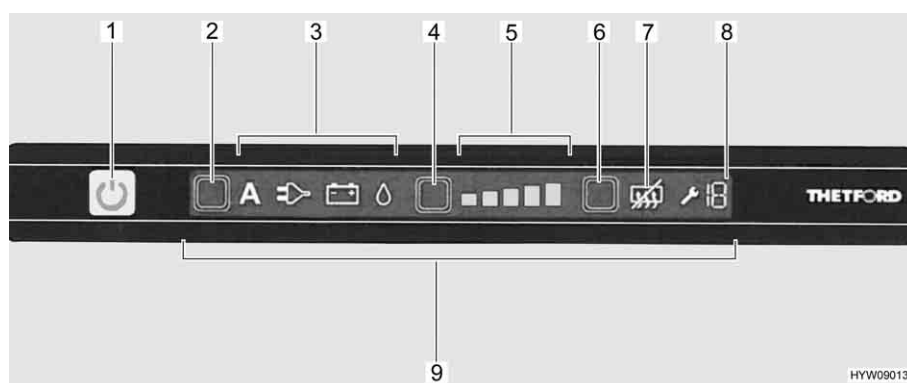

Fig. 133 Elementi di comando del frigorifero
Dopo l'accensione, il frigorifero seleziona automaticamente la regolazione del termostato impostata per ultima. Questa regolazione può essere modificata manualmente tramite il tasto del livello di refrigerazione (Fig. 133,4). Le barre luminose dell'indicatore del livello di refrigerazione (Fig. 133,5) visualizzano la temperatura selezionata sul termostato.
Con il tasto del livello di refrigerazione (Fig. 133,4) viene regolata la temperatura di refrigerazione per i tre tipi di energia. Ci vogliono alcune ore prima che il frigorifero raggiunga la temperatura di esercizio impostata. Cambiando la modalità di funzionamento la regolazione del termostato non viene modificata. La temperatura di refrigerazione è indipendente dal tipo di energia utilizzata.
- Premere il tasto On/Off (Fig. 133,1) per 1 secondo. Il tasto si illumina di verde. Gli indicatori si illuminano per 10 secondi, quindi vengono smorzati per risparmiare energia.
- Premere brevemente il tasto On/Off (Fig. 133,1) in qualsiasi momento. Vengono visualizzate le impostazioni attuali del frigorifero.
- Premere una o più volte il tasto di selezione energia (Fig. 133,2). I simboli modalità di funzionamento (Fig. 133,3) indicano la modalità di funzionamento selezionata.
- Premere il tasto del livello di refrigerazione (Fig. 133,4). L'indicatore del livello di refrigerazione (Fig. 133,5) indica la potenza di raffreddamento impostata.
- Premere il tasto del livello di refrigerazione (Fig. 133,4), finché viene visualizzata la potenza refrigerante desiderata.
- Premere il tasto On/Off (Fig. 133,1) per circa 2 secondi. Tutte le spie si spengono.
- Premere il tasto "Anti-condensa" (Fig. 133,6). Il simbolo di disattivazione della funzione anti-condensa (Fig. 133,7) si illumina.
- Premere nuovamente il tasto "Anti-condensa" (Fig. 133,6). Il simbolo di disattivazione della funzione anti-condensa (Fig. 133,7) si spegne.